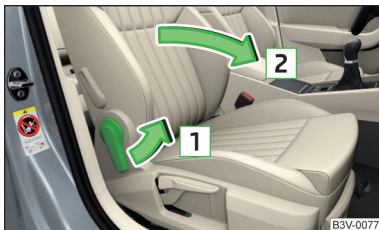

Fig. 91
- Pentru **rabatarea înainte**, trageți maneta în sensul săgeții  și rabatați spătarul în față, în sensul săgeții  » fig. 91. Elementul de blocare trebuie să se fixeze cu un declic.